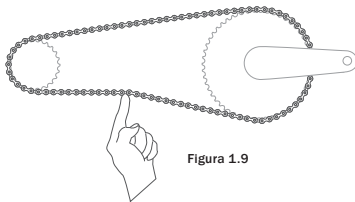

Figura 1.9
- Freno a contropedale: Il movimento della catena in senso verticale nel punto intermedio (Figura 1.9) deve essere compreso fra 6 e 12mm (0,25"-0,5").